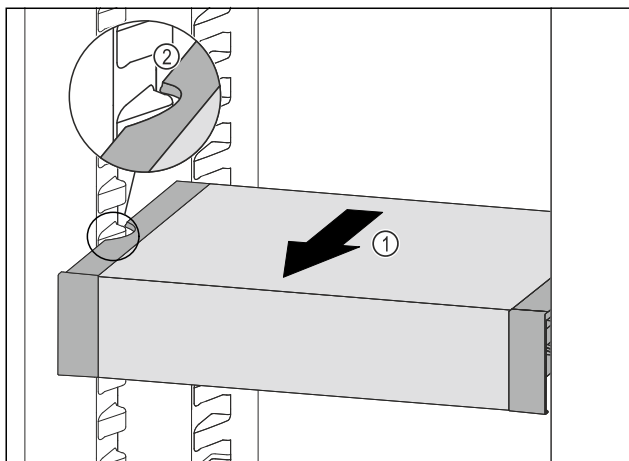

Fig. 216
- Táhněte VarioSafe dopředu Fig. 216 (1), dokud nebudou boční vybrání VarioSafe na úrovni žebrování na nádoby v chladničce. Fig. 216 (2)